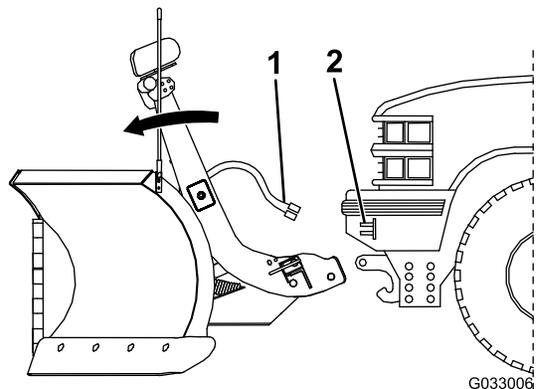

Figura 35
6. Desconecte los arneses de cables del quitanieves de los arneses de cables del vehículo y coloque las cubiertas antipolvo del enchufe eléctrico (Figura 35).